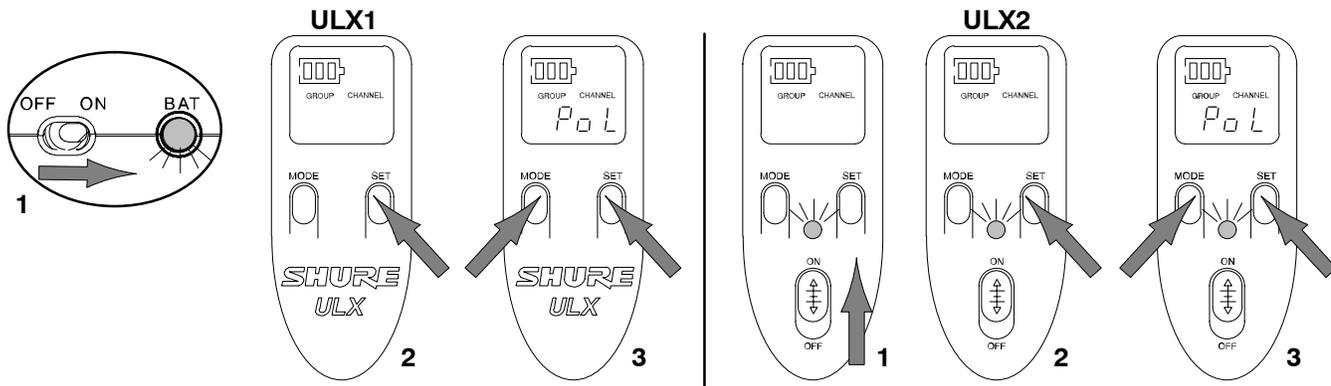

FIGURA 35
2. Tenendo premuto il pulsante SET, tenete premuto il pulsante MODE finché sul display appare la dicitura "Po L". Vedi Figura 35. Il display indica che l'interruttore generale è bloccato. Il trasmettitore rimane acceso anche se l'interruttore generale viene portato nella posizione di spegnimento.